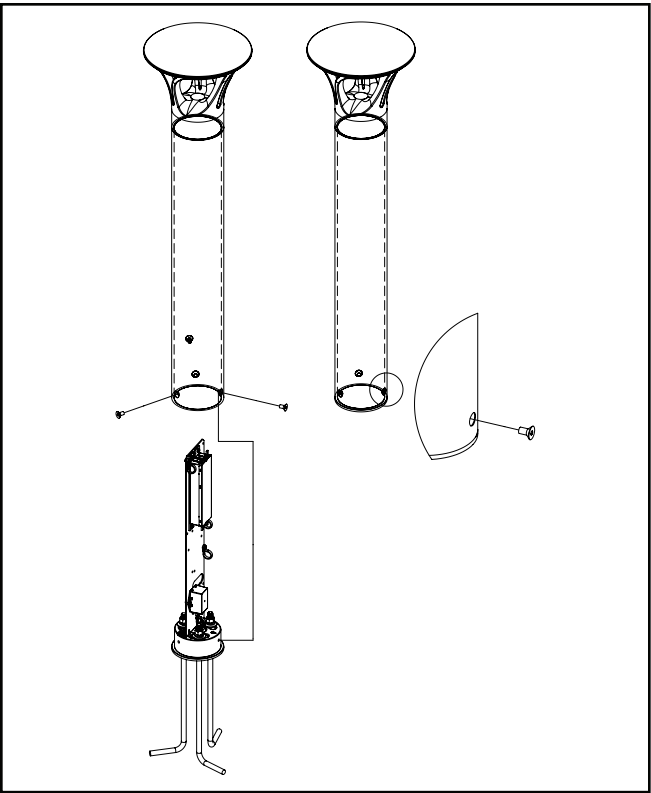
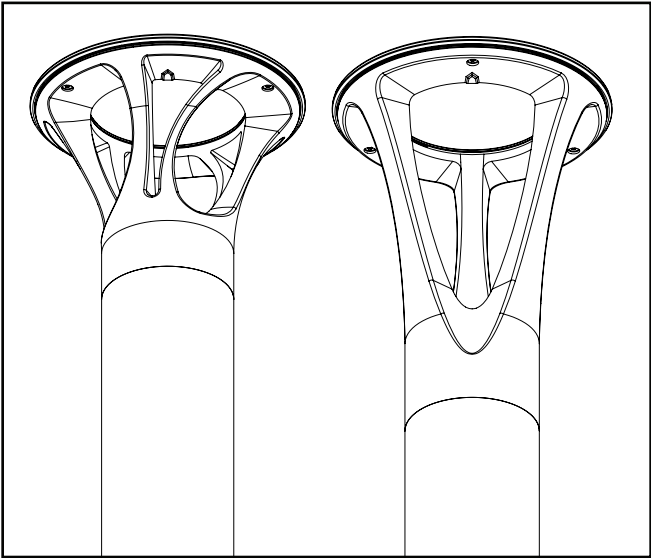

Figure 4.
Figure 5.
10. Rebranchez le raccord rapide de câblage le cas échéant. Soulevez ensuite le luminaire et faites-le glisser sur l'assemblage du pilote, puis alignez les trous inférieurs avec l'extrusion inférieure (Figure 4) ainsi que la flèche d'orientation sur la tête du luminaire. Notez que la flèche de la tête Arbor doit être orientée vers le CÔTÉ RUE, et celle de la tête LuxeScape vers le CÔTÉ MAISON (Figure 5).
11. Utilisez les (3) vis à chapeau de douille à tête plate de 6,35 mm (1/4 po) fournies et serrez-les à 4,5 Nm (40 po-lb).